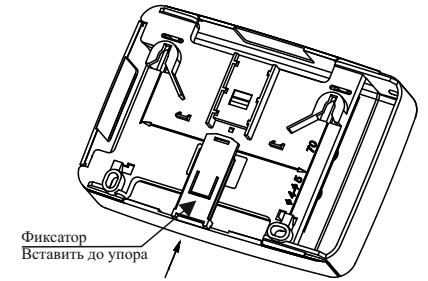

Рисунок 3
- в направляющие основания вставить фиксатор, входящий в комплектность (рисунок 3);